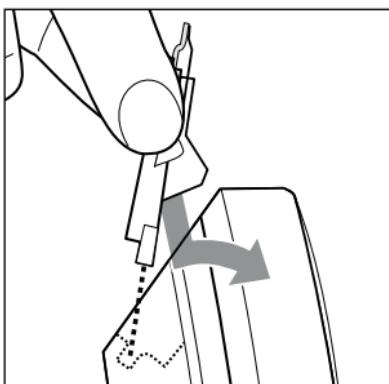

Abb. 10
- 2) Entfernen Sie Haarreste mit der Reinigungsbürste ⑯ (im Lieferumfang enthalten) vom Scherkopf ①.
- 3) Reinigen Sie den Scherkopf ① unter fließendem Wasser. Verwenden Sie keine anderen Flüssigkeiten zur Reinigung.
- 4) Lassen Sie den Scherkopf ① trocknen.
- 6) Führen Sie die Nase des Scherkopfes **1** unter die hintere Gehäusekante. Drücken Sie den Scherkopf **1** nach unten in die Halterung der Nase und dann nach vorne, bis er hörbar im Gerät einrastet (siehe Abb. 10).